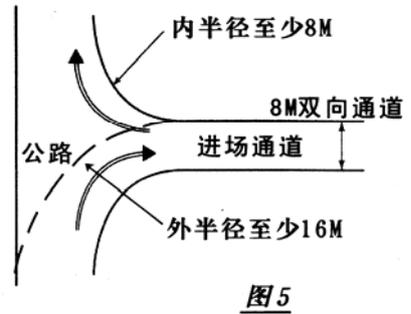

图5
- 进厂通道直角转弯处，内半径应至少 8 米，外半径应至少 16 米（图 5）。
- 单向道路至少应 4 米宽；双向道路至少 8 米宽（图 5）